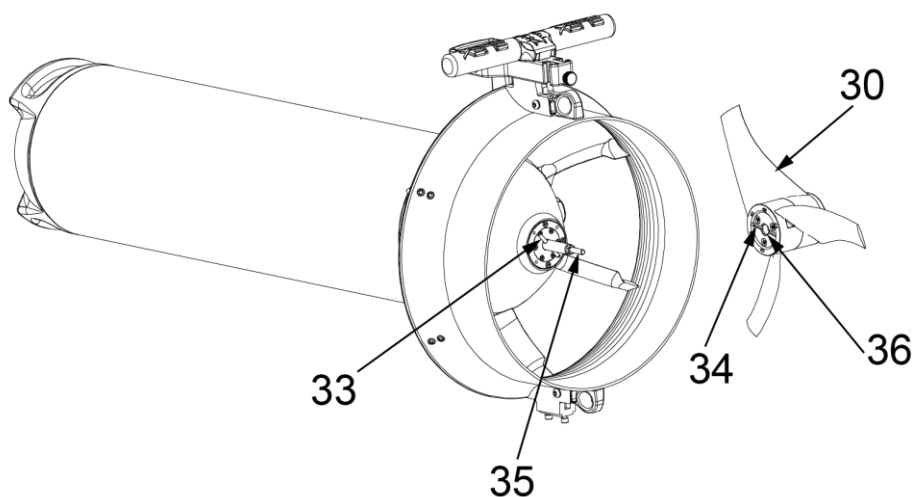

Fig 40 - Inserimento dell'elica
Infilare l'elica (il foro 36 - **Fig 40 - a pag. 49**) nell'albero motore dello Scooter (35), girare l'elica (in senso ORARIO) fino a quando la spina (33) si trova a combaciare con la sede (34) dell'elica. Quando si sentirà uno scatto l'elica smetterà di girare.